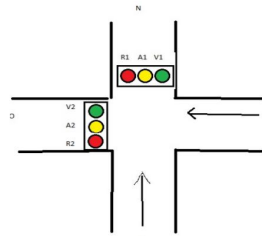

Fig. 1 “Tabla de valores para los Frames”
8. Finalmente, realizamos el paso 7 del frame 1 al 9 y realizamos la configuración de LEDs y tiempo según la Fig. 1. A continuación se mostrarán los 3 primeros frames como ejemplo.
Los resultados fueron los esperados, según la Fig. 1. A continuación se mostrarán algunas imágenes de la simulación pero se agregara un video de la simulación para fines demostrativos.